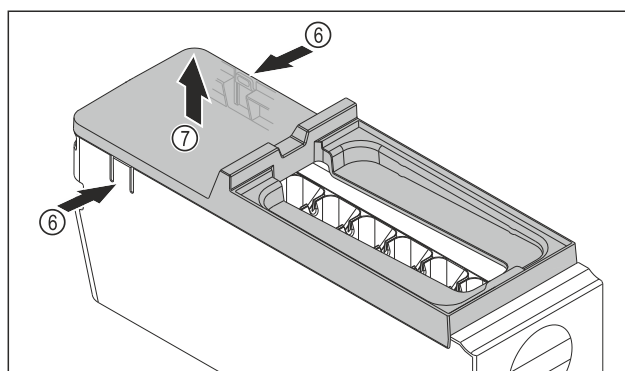

Fig. 121
- ▶ Afdekking van de EasyTwist-Ice-corpus wegnemen: Strips Fig. 121 (6) aan beide zijden van de EasyTwist-Ice-corpus met een hand indrukken.
- ▶ Afdekking Fig. 121 (7) met de andere hand van bovenaf wegnemen.